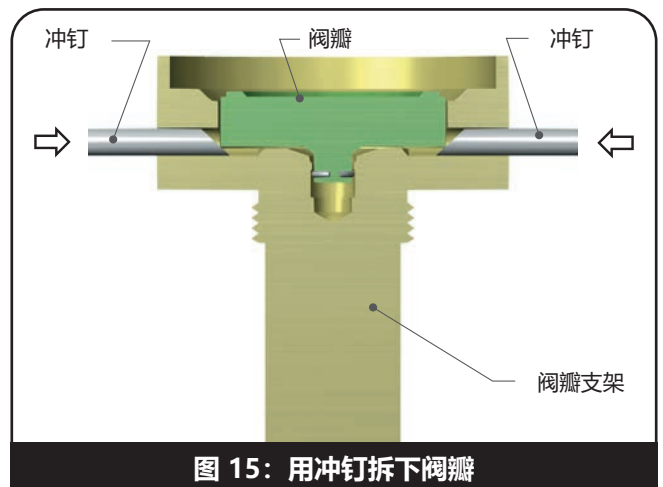

图 15: 用冲钉拆下阀瓣
- 开始将特殊的冲钉插入阀瓣支架的孔中 (图 15)，销钉的锥形部分靠在阀瓣顶部，如图所示。有关冲钉尺寸，请参见“维护工具和用品”部分中的图 61 和表 18。